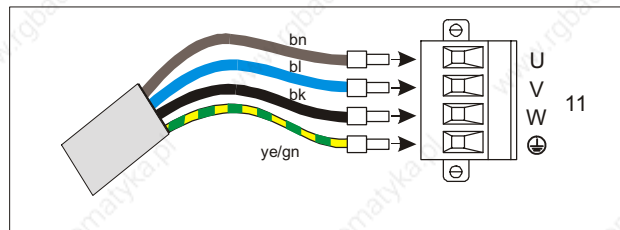

Bild 6-2 Motoranschluß
1. Die beiden Befestigungsschrauben lösen und die Steckklemme (Bild 6-2) vom Gerät abziehen.